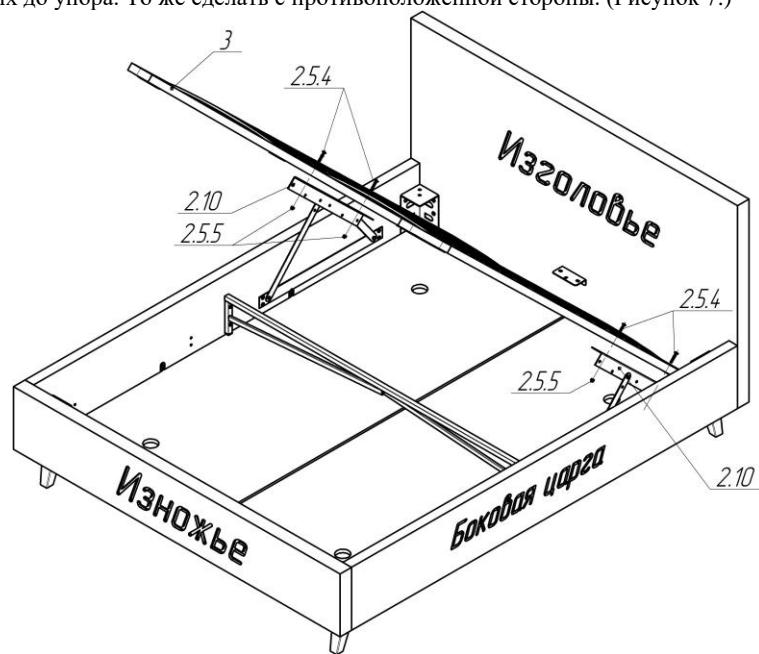

Рисунок 8 – Каркас кровати с металлокаркасом
9. Уложить на подъемный механизм поз. 2.10 металлокаркас поз.3. Продеть винты M6x40 поз.2.5.4 (4 шт.) в крепёжные отверстия подъемного механизма, наживить на гайки поз.2.5.5 (4 шт.), затянуть их до упора. То же сделать с противоположенной стороны. (Рисунок 8).